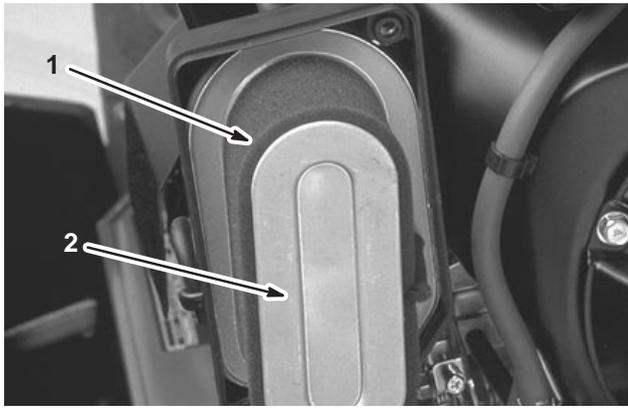

Bild 30
4. Wenn der Schaumfiltereinsatz verschmutzt ist, nehmen Sie ihn vom Papiereinsatz ab (Bild 30) und säubern Sie ihn gründlich.